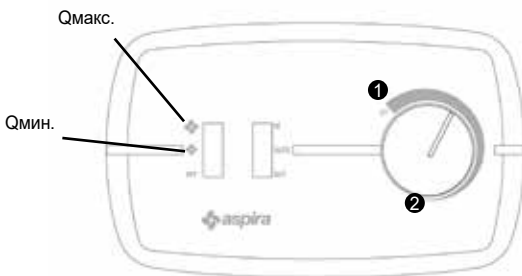

Рис. 14
Если, например, в зимний период температура наружного воздуха -15°C и разница температуры ΔT между комнатной и наружной температуры высокая, поверните рукоятку до конца, в положение (1) и наоборот, в весенний день, когда разница температуры ΔT минимальная или близка к нулю, поверните рукоятку в положение (2) (рис. 14).